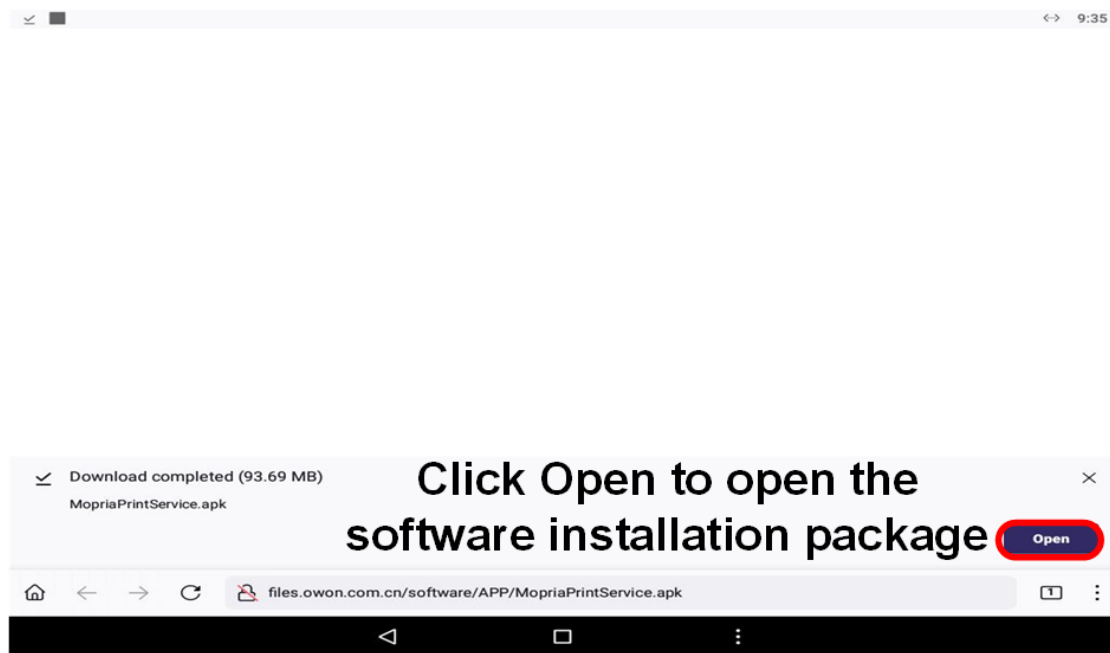

図 2
② インストールパッケージを開くをクリックします（図 2 を参照）。